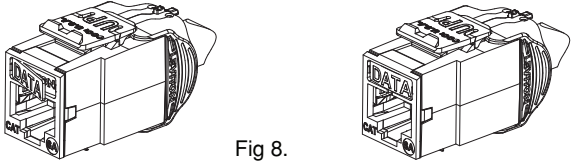

Fig 8.
3. Carefully break away the desired Icon, trim away any residual plastic vestige, and press Icon securely into the front of the jack. (See Fig. 8).
3. Détacher délicatement l'étiquette voulue, couper les bouts de plastique restants et bien insérer l'étiquette à l'avant du connecteur (fig. 8).
3. Desprenda con cuidado el Icono deseado, recorte cualquier resto de plástico residual y presione el Icono firmemente dentro de la parte frontal del conector. (Vea Fig. 8).